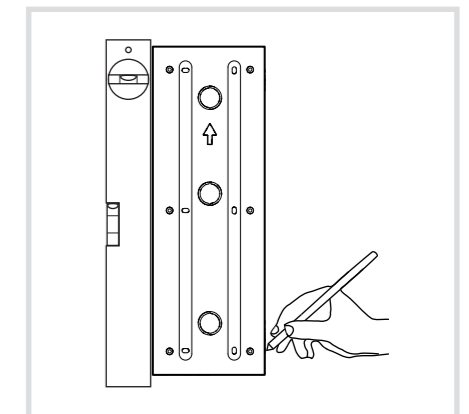

Bild 14: Einbaugehäuse UP anzeichnen
- Einbaugehäuse lagerichtig mit Pfeil ↑ nach oben am Montageort anhalten, mit einer Wasserwaage ausrichten und anzeichnen (Bild 14).